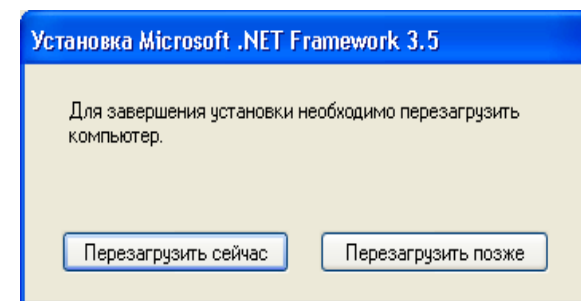

Рисунок 6.6
6) Для завершения установки программы "FrameWork_3.5" щелкнуть по кнопке **Выход** и в появившемся окне (рисунок 6.6) щелкнуть по кнопке **Перезагрузить сейчас**. После перезагрузки ПК следует приступить ко второму этапу установки программы для управления трансформатором CA535.